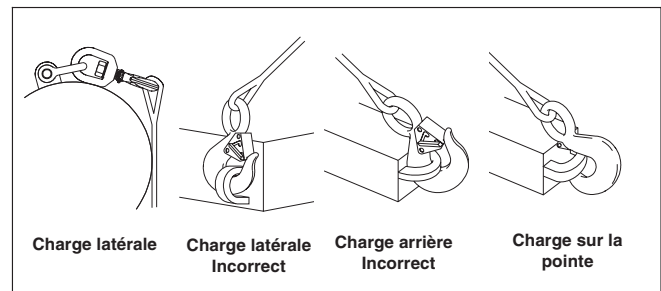

Figure 2
- Ne jamais appliquer de charge latérale sur le crochet ni à l'arrière ou sur la pointe de celui-ci (voir figure 2).